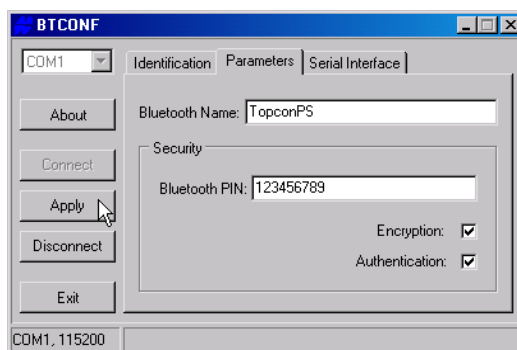

Figura 2-27. Parámetros de seguridad de BTCONF
7. Para configurar los parámetros de seguridad (Figura 2-27), introduzca y active los valores que se indican a continuación, pulsando **Apply** al finalizar: